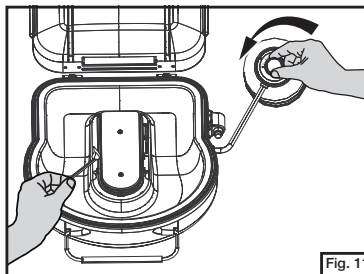

Fig. 11
- Hold lighted match near burner and open regulator valve. (Fig. 11)
- Mantenga el fósforo encendido cerca del quemador y abra la válvula del regulador. (Fig. 11)